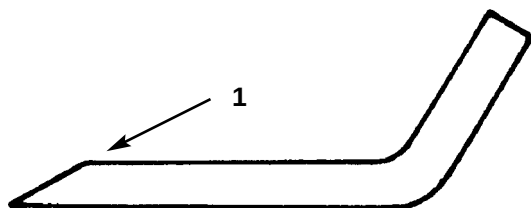

Fig. 36
1. Brug en fil til at slibe skæret i begge ender af kniven (fig. 36). Bibehold den oprindelige vinkel. Hvis der fjernes samme mængde materiale fra begge skær, bibeholder kniven sin balance.